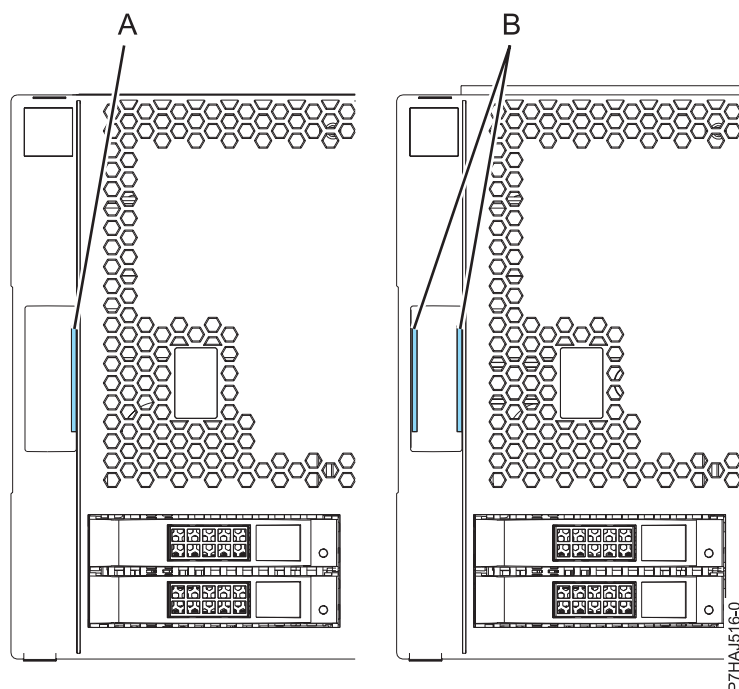

Figura 13. Identificación de las cubiertas antiguas y nuevas
Nota: Las cubiertas antiguas que se distribuyeron antes del 1 de marzo de 2011 se pueden identificar por una única banda azul (A) en los pestillos de las cubiertas. Las nuevas cubiertas distribuidas después del 1 de marzo de 2011 tienen dos rayas azules (B) en los pestillos de las cubiertas. Consulte Figura 13.